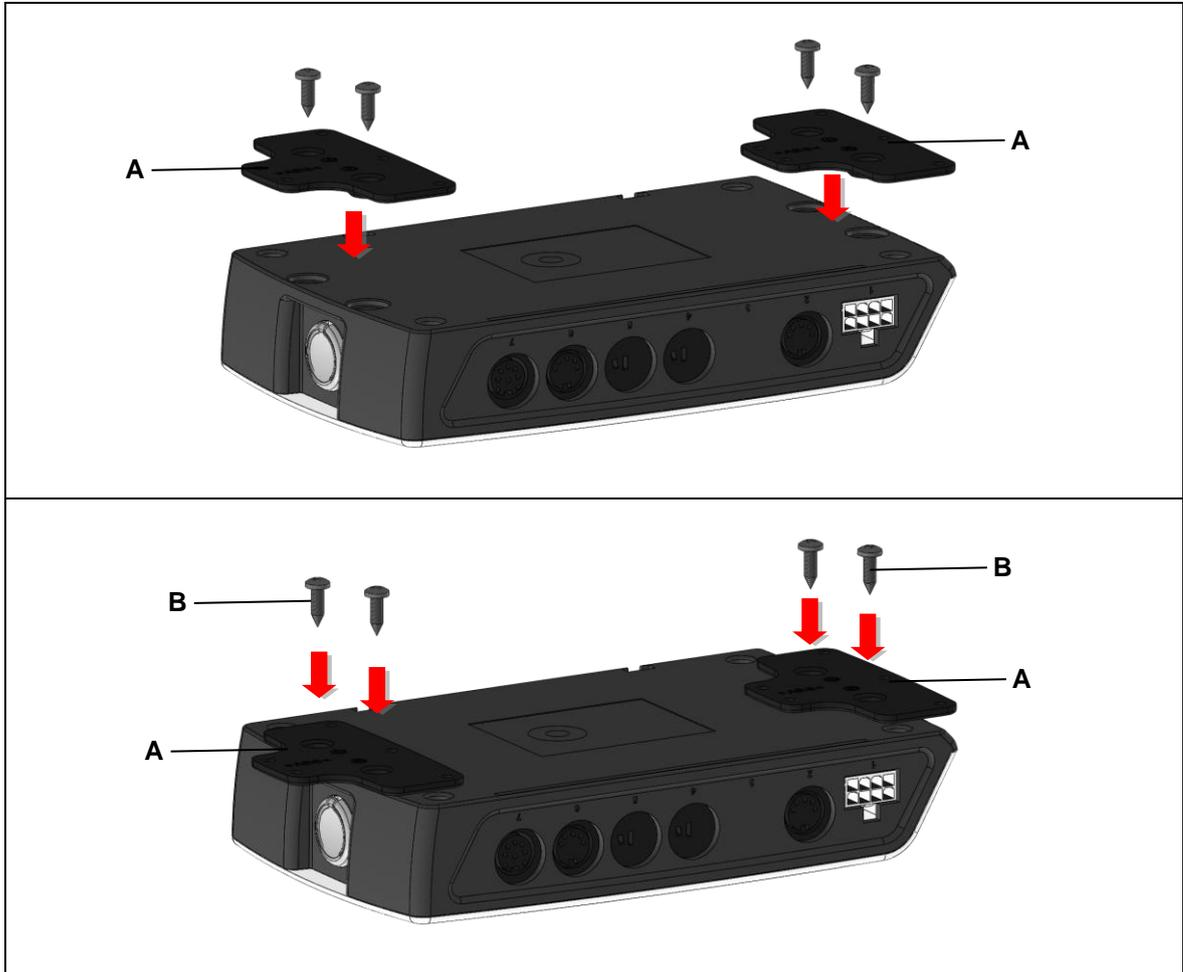

Abbildung 6 Montage der Befestigungsplatten
- 1 Schrauben Sie jede der beiden Befestigungsplatten mit zwei Schrauben an die HE150 fest, wie in Abbildung 6 gezeigt.